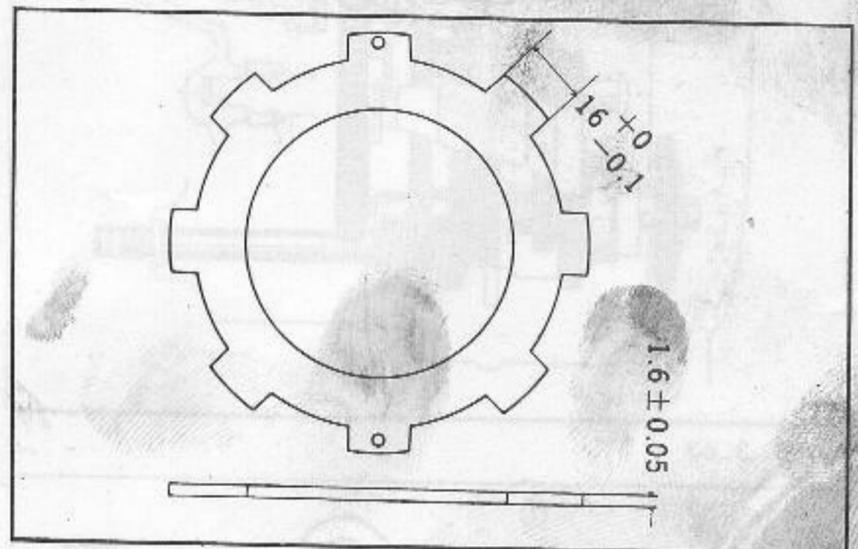

Abb. 3.61 Kupplungsdruckplatte
- (6) Kupplungsdruckplatte (Abb. 3.61)